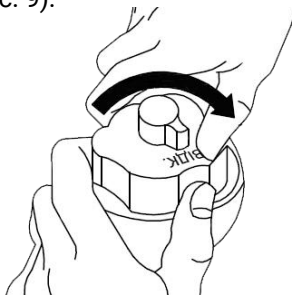

Рисунок 9. Схема відкриття дихального клапана паливного бака.
1. Відкрити дихальний клапан (в положення «ВІДК») засувкою кришки паливного бака (див. рис. 9).